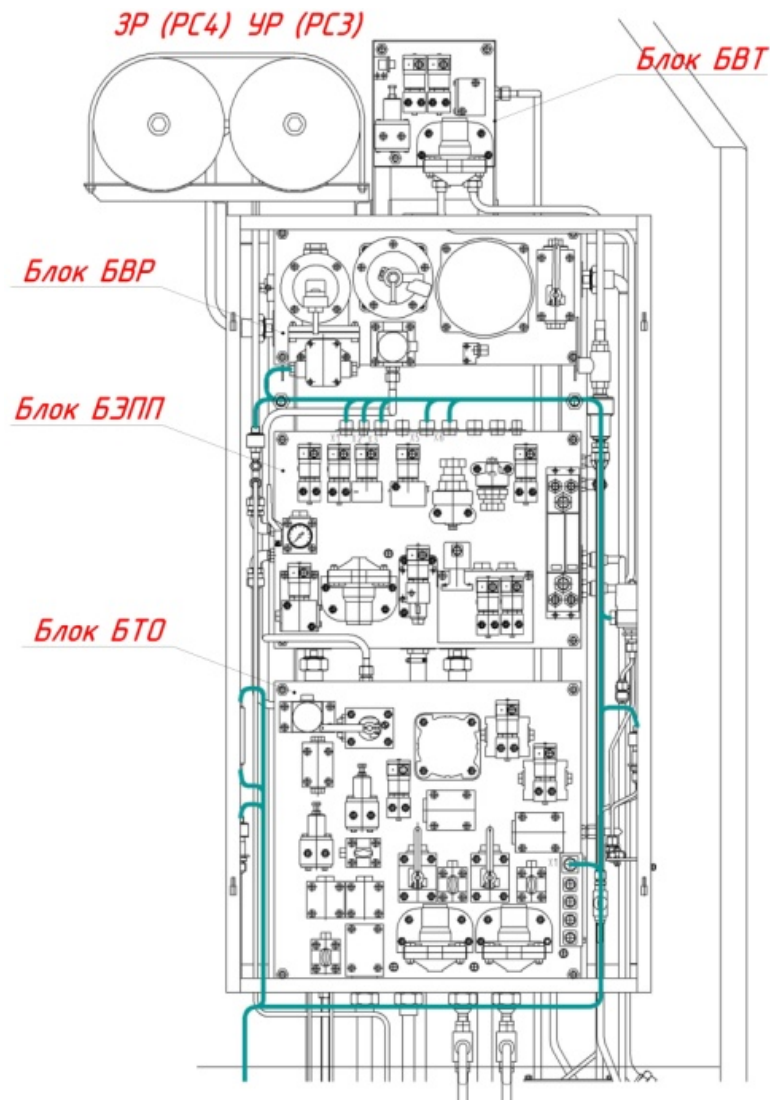
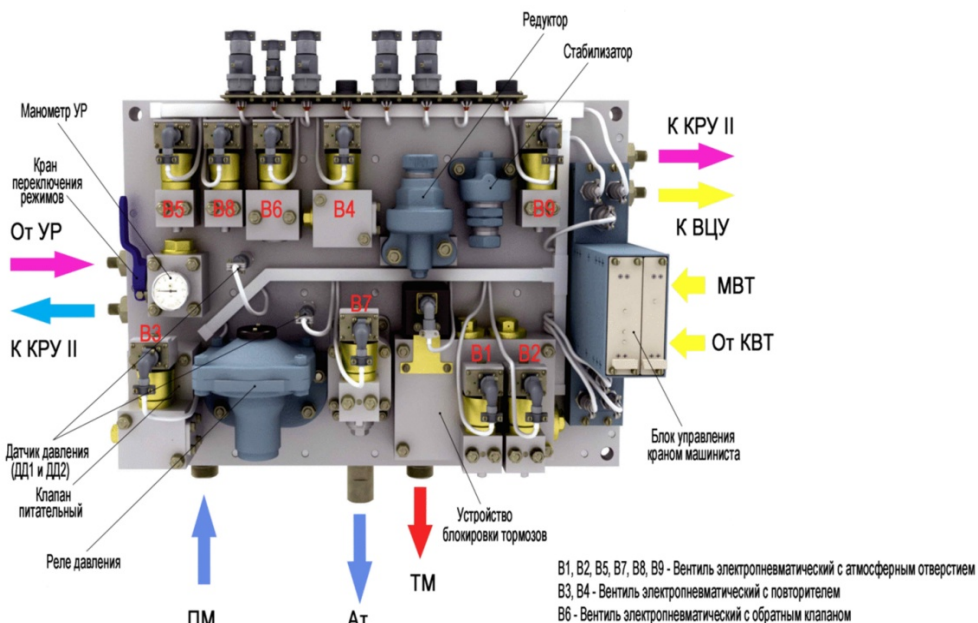
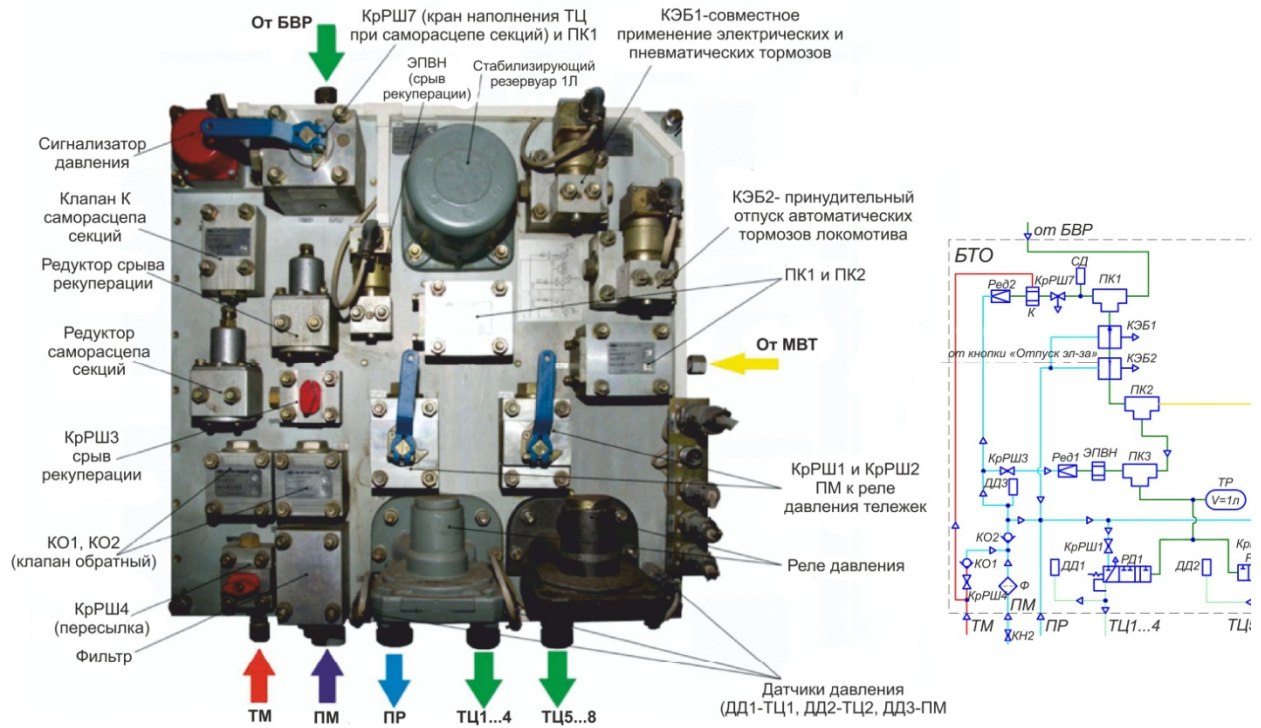

Рисунок 4 – Расположение блоков в шкафу УКТОЛ
Рисунок 5 – Блок электропневматических приборов БЭПП УКТОЛ
Рисунок 12 – Блок тормозного оборудования БТО УКТОЛ
- а) В шкафу УКТОЛ (рис.1, поз. 21) на блоке БЭПП (рис.4) нажать и удерживать на «грибок» вентиля В9 (рис.5);
- в обеих секциях шкафу УКТОЛ на блоке БТО (рис.4) перекрыть разобщительные краны КрРШ7 (рис.12) и открыть разобщительные краны КрРШ4 (рис.12);